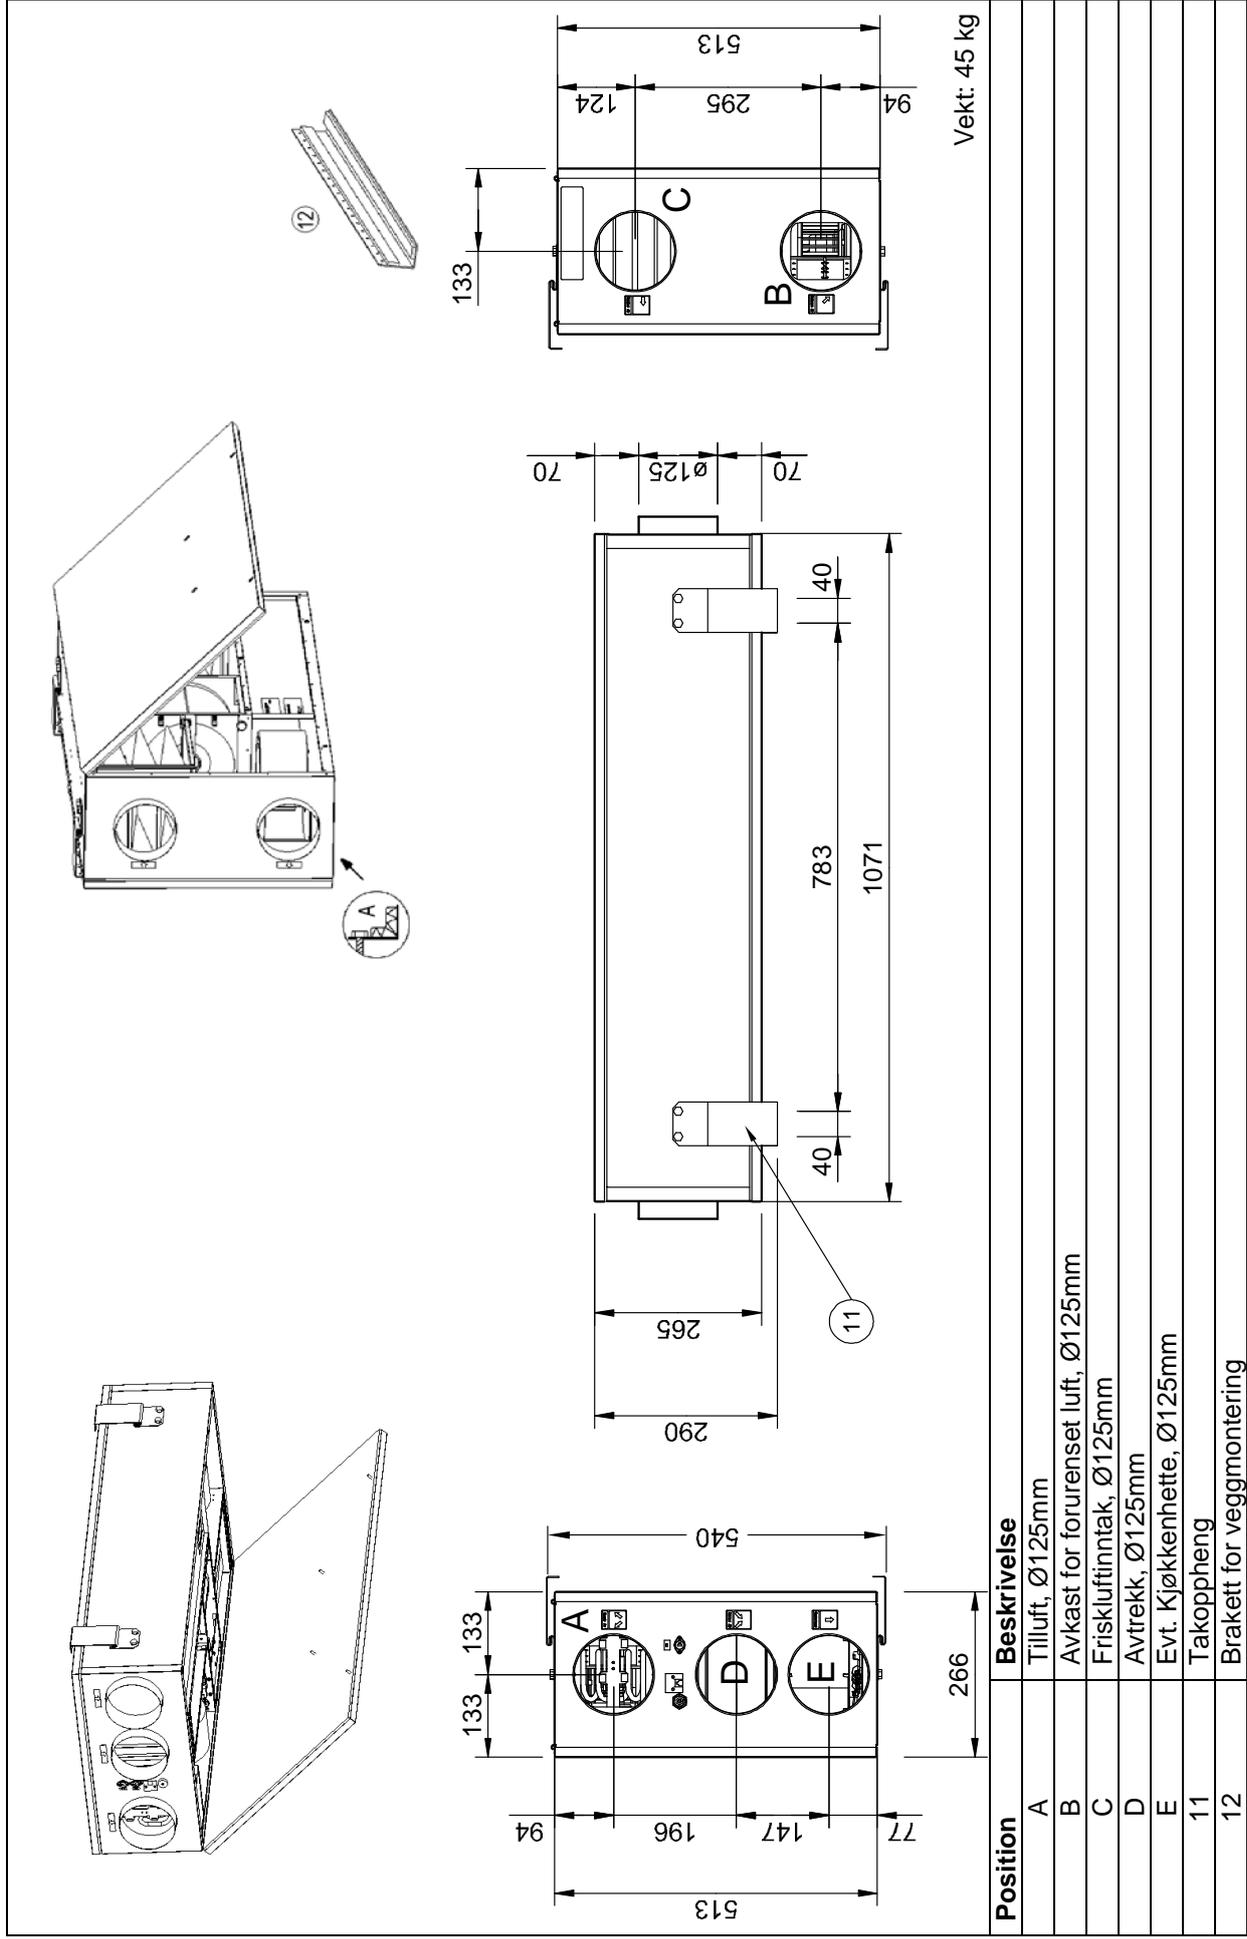

Fig. 1
I VR 250 ECH/B ledes komfyravtrekket direkte til avtrekksviften uten at lukt og forurensinger føres gjennom varmegjenvinneren. For å oppnå varmegjenvinning fra grunnventilasjonen må avtrekksventilen i kjøkken derfor være tilkoblet (pos.6, fig. 1). sammen med avtrekk fra våtrommene.